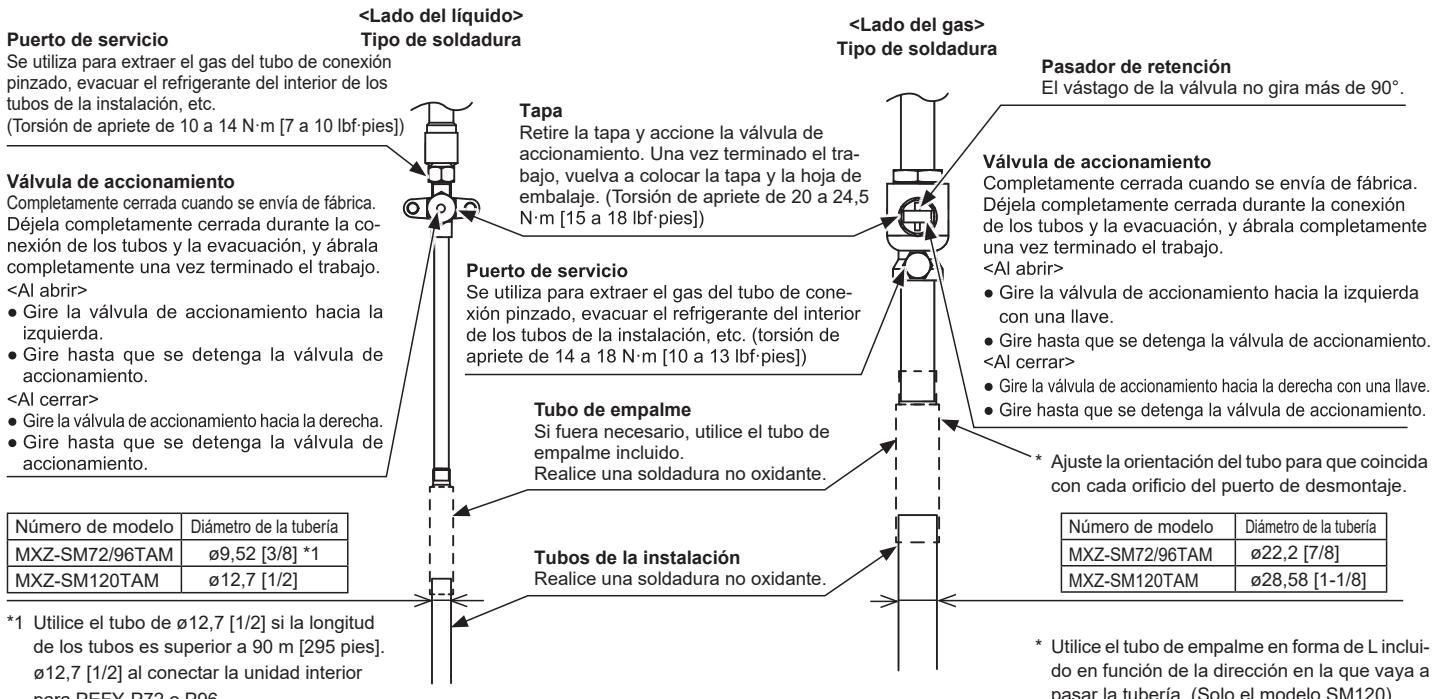

Fig. 4-12
4.5.2. Conexión de los tubos y funcionamiento de la válvula (Fig. 4-12)